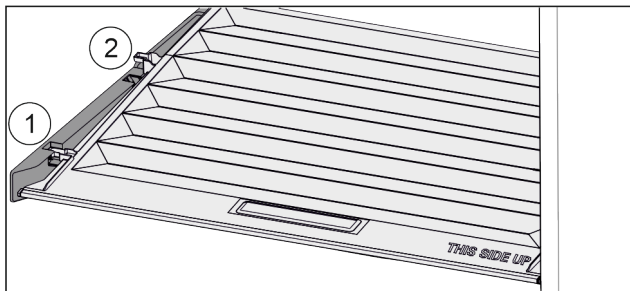

Fig. 90
- ▶ Deslice la tapa hacia delante hasta la abertura de las piezas de sujeción Fig. 90 (1).
- ▶ Levántela por detrás desde abajo y retírela tirando hacia arriba Fig. 90 (2).